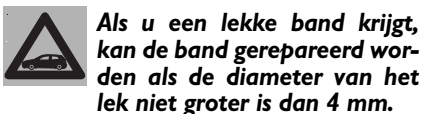

fig. 12
- een informatiefolder (zie **fig. 12**), voor een correct gebruik van de snelle reparatieset. De folder moet overhandigd worden aan het personeel dat de band die behandeld is met de bandenreparatieset, moet repareren